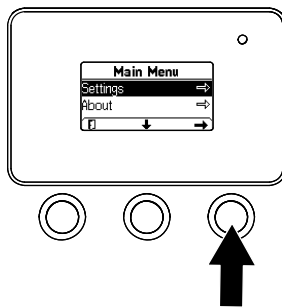

Figura 13
1. A partir do menu PRINCIPAL, utilize o botão central para ir até ao menu de DEFINIÇÕES e prima o botão direito (Figura 13).